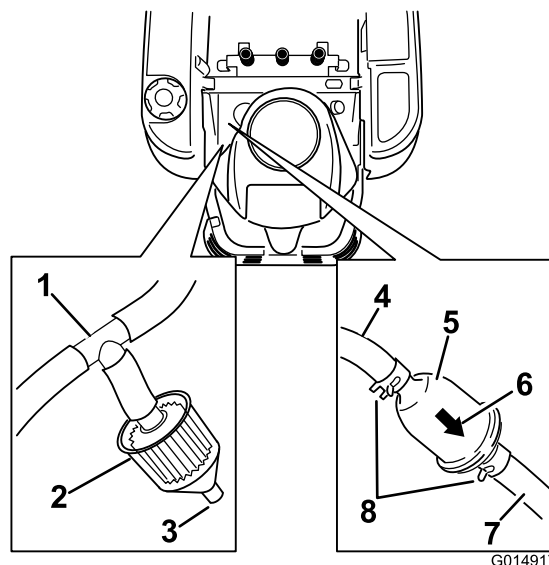

Bild 43
3. Klappen Sie den Sitz hoch und ermitteln Sie den Kraftstofffilter, wie in Bild 43 dargestellt.
4. Drücken Sie die Enden der Schlauchklemmen zusammen und schieben Sie sie vom Filter weg (Bild 43).
6. Setzen Sie einen neuen Filter ein. Der Pfeil für die Flussrichtung muss vom Kraftstofftank zum Motor zeigen. Schieben Sie die Schlauchklemmen eng an den Filter (Bild 43), um ihn zu befestigen.
Einige Maschinen haben einen Emissionsfilter (Bild 43), der an einem T-Anschlussstück an der Entlüftungsleitung angeschlossen ist, die vom Benzintank kommt. Der Filter hat einen offenen Anschluss. Der Filter sollte regelmäßig geprüft werden. Wechseln Sie den Filter aus, wenn er verschmutzt oder verstopft ist.